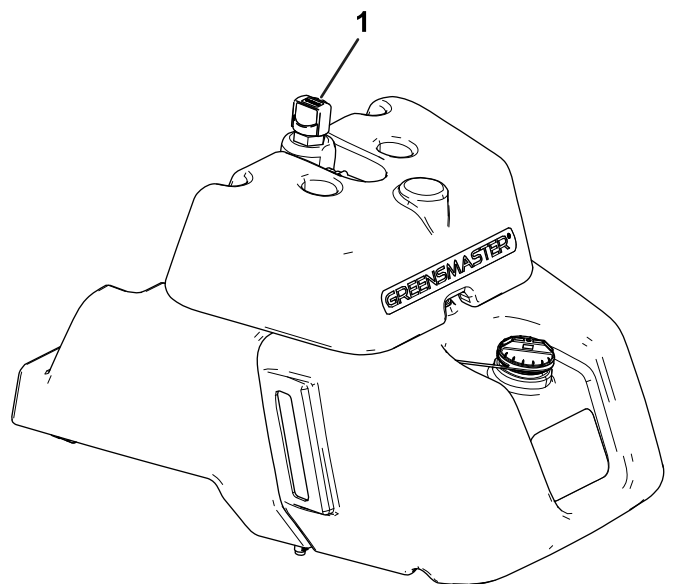

Figure 36
- Si le réservoir n'a pas de regard, localisez la jauge au sommet du réservoir de liquide hydraulique (Figure 36), puis passez à l'opération 3.